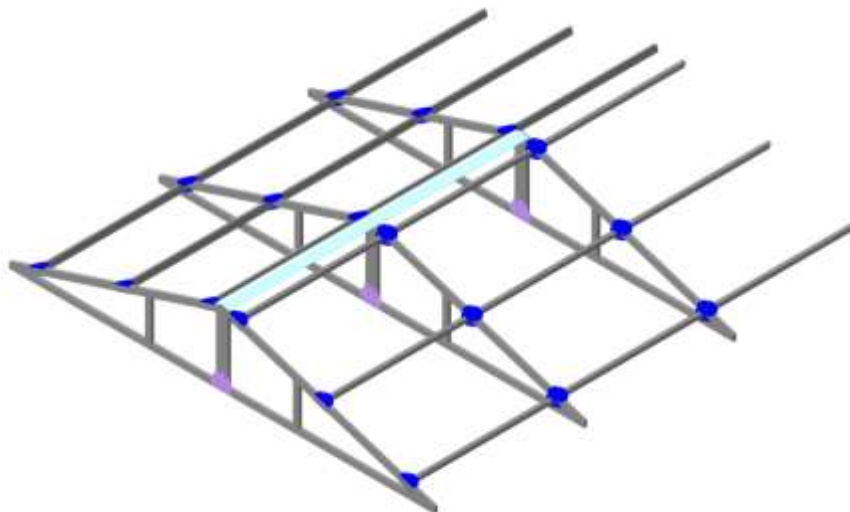

РИС. 5
4.1.5. Установите конек (согнут под  $144^\circ$ ) при помощи саморезов 4,2x19 (РИС. 5).